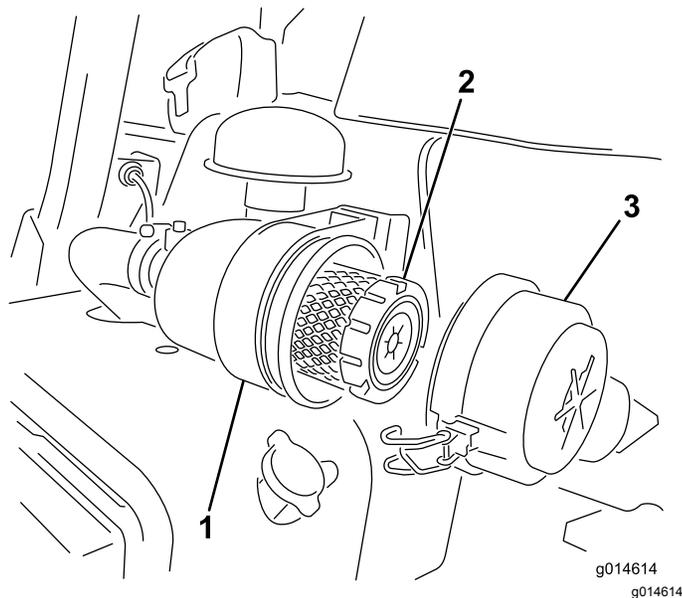

図 30
1. エアクリーナのカバーをボディーに固定しているラッチを外す 図 30。
- 7. ラッチをしっかりとは掛ける 図 30。